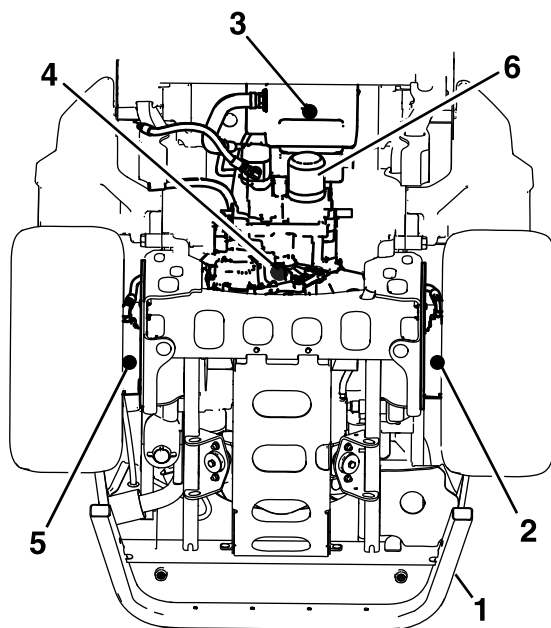

Рисунок 63
4. Поместите большой поддон под гидравлический бак, картер трансмиссии и левый и правый колесные гидромоторы (Рисунок 63).
5. Удалите сливные пробки из всех указанных мест и дайте гидравлической жидкости полностью стечь (Рисунок 63).
6. Очистите область вокруг фильтра гидравлической жидкости и снимите фильтр (Рисунок 63).